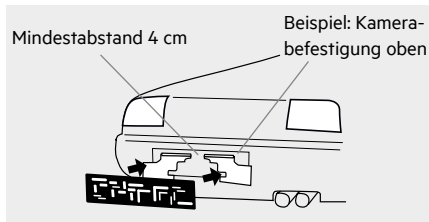

Bild 3
Montieren Sie die beiden Kamerahalterungen (9) und, falls vorhanden, auch die Nummernschildhalterung. Achten Sie darauf, dass der Abstand zwischen den beiden Halterungen (9) nicht geringer als 4 cm ist (siehe Bild 3). Sie können die Kamera oberhalb oder unterhalb des Kennzeichens befestigen. Im Bild 3 ist eine Montage oberhalb des Kennzeichens dargestellt.